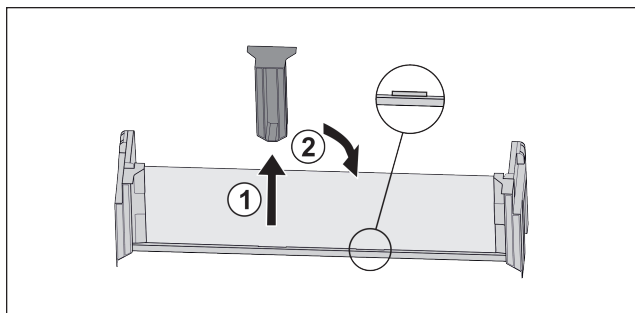

Fig. 124
- ▶ Desprindeți piesa de susținere intermediară Fig. 124 (1).
- ▶ Introduceți piesa de susținere intermediară la a doua poziție Fig. 124 (2).